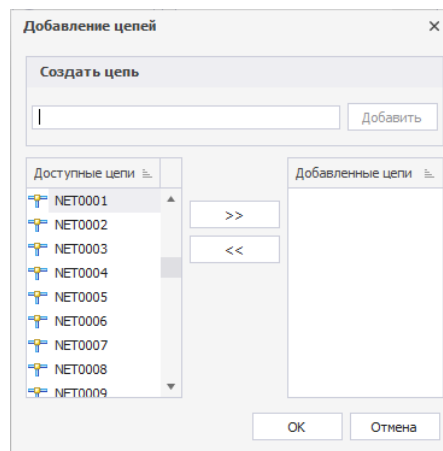

Рис. 163 Окно «Добавление цепей»
3. Нажать кнопку «Добавление цепей» – Добавление цепей, после чего на экране отобразится окно «Добавление цепей», см. Рис. 163.